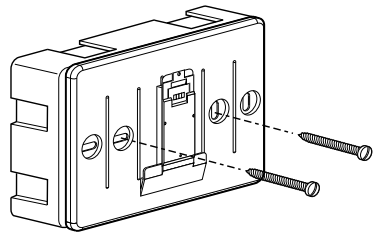

fig. 2
Ações necessárias (fig. 2):
- fixe a base do aparelho na caixa da parede, utilizando os parafusos fornecidos com o kit (fig.2),